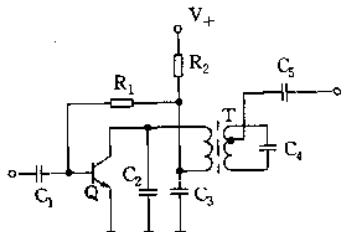

图 2-16
(1) 甲类射频放大器如图 2-16 所示, 图中, 三极管 Q 工作在线性工作区,  $R_1, R_2$  为偏置电阻,  $C_2, C_3, T$  和  $C_4$  组成  $L_C$  谐振电路,  $C_1$  和  $C_5$  为耦合电容。